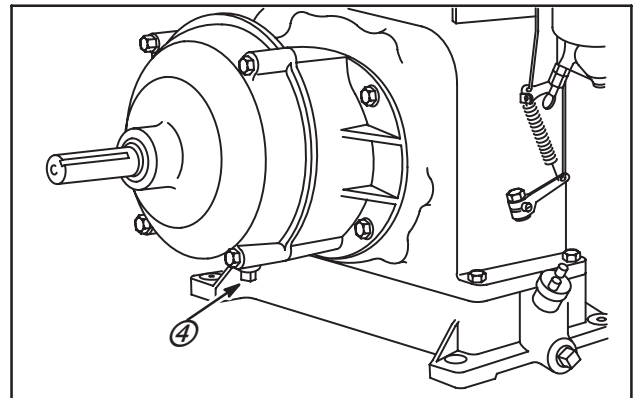

Fig. 3
Le réducteur est lubrifié par l'huile du carter moteur. Déposer le bouchon de vidange (4) du couvercle de réducteur pour vidanger l'huile restant dans le boîtier lors de la vidange du moteur, Fig. 3.